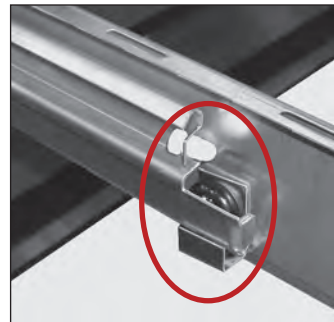

Fig. 1. Ubicación de los clips de las ruedas.
3. Gire los clips de las ruedas hacia abajo. Véanse las figs. 1 y 2.